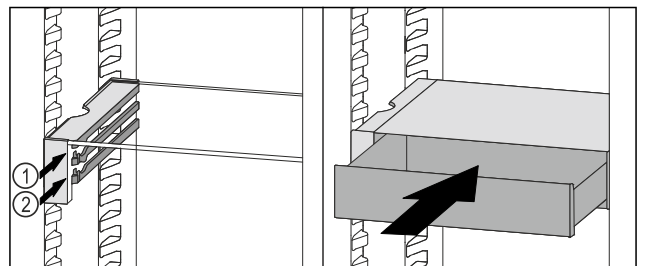

Fig. 142
- Posizionare il cassetto VarioSafe dietro i tappi sulla nervatura desiderata Fig. 142 (1) o Fig. 142 (2).